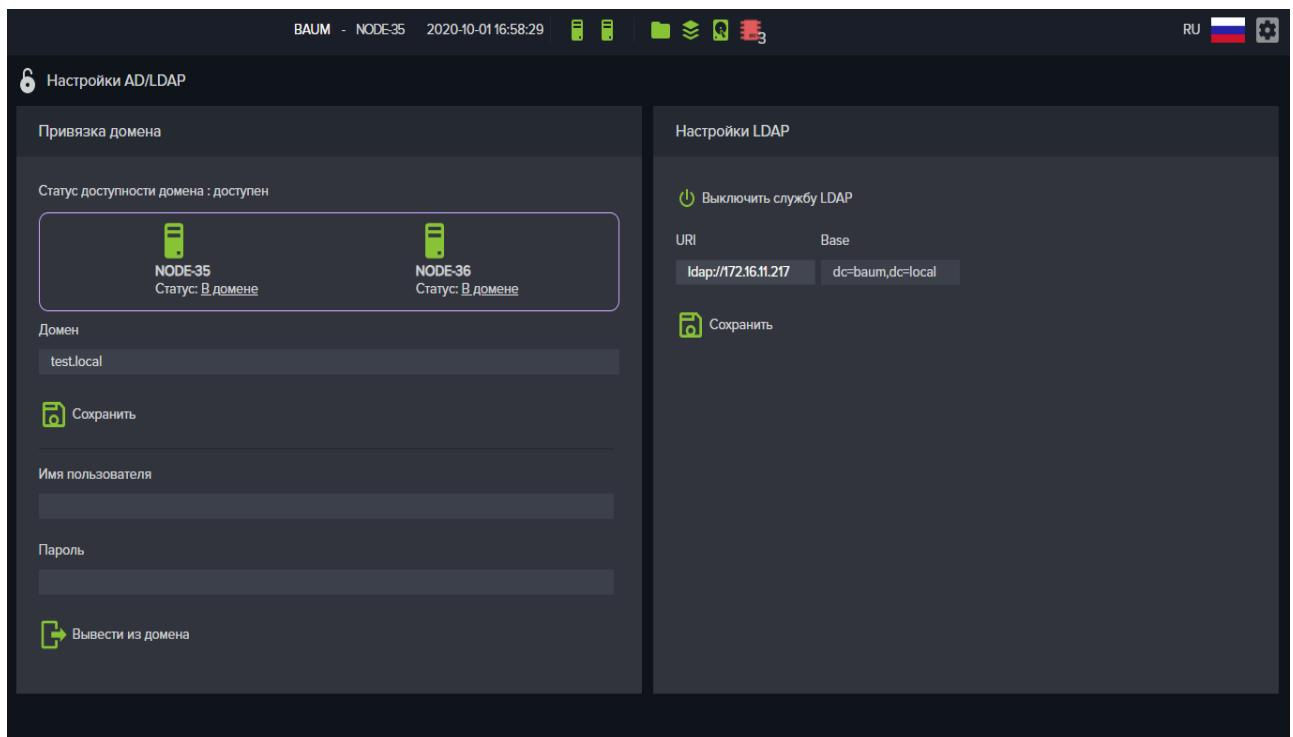

Рисунок 95. Вкладка меню настройки службы LDAP
3. Нажмите на кнопку «Сохранить» (см. Рисунок 95);
9. Нажмите на кнопку «Сохранить», клиенты и группы будут добавлены к NFS папке и отобразятся в области свойств (см. Рисунок 95).